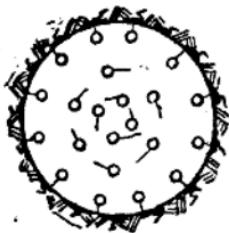

图 7
(8)当缺少段发电管时,可以按切线方向打斜眼,一次爆破(图7),眼深1.6米,进尺1.3米,装药量为0.75公斤。